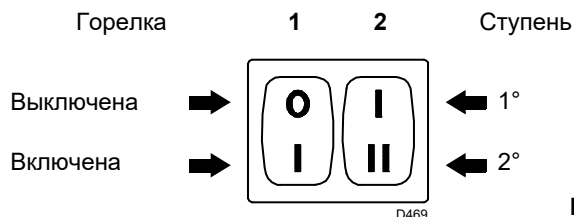
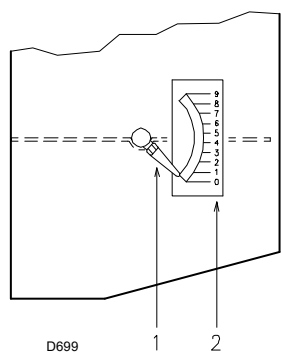
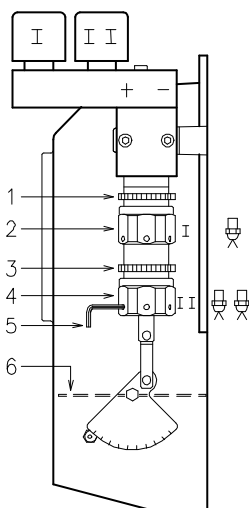

Рис. 19
Рис. 20
Рис. 21
- Запустите горелку, замыкая дистанционные регуляторы и выставляя переключатель 1) (Рис. 19стр. 20) в положение
- Когда дизельное топливо начнет выходить из винта 3), заливка насоса выполнена. Остановите немедленно горелку, устанавливая переключатель 1) (Рис. 19 стр. 20) в положении SPENTO (ВЫКЛ) и затягивая винт 3).
Установите переключатель 1) (Рис. 19) в положение ACCESSO (ВКЛ).
Удерживайте горелку в работе на 1-й ступени, повернув переключатель 2) (Рис. 19) в положение 1-й ступени. Открытие заслонки 6) (Рис. 21) должно быть пропорционально выбранной форсунке: указатель 1) (Рис. 20) должен соответствовать метке 2) (Рис. 20), указанной в таблице (Табл. D). Регулировка осуществляется поворотом шестигранника 2) (Рис. 21):
Пример: RL 70 - Форсунка 1-й ступени 6,0 GPH: метка 2,3 (Рис. 20) на указателе 1).
По завершении регулировки закрепите шестигранник 2) (Рис. 21) накидной гайкой 1).
N° = Метка 2) (Рис. 20)
Установите переключатель 2) (Рис. 19 стр. 20) в положение 2-й ступени и отрегулируйте заслонку 6) (Рис. 21) шестигранником 4) (Рис. 21) после ослабления накидной гайки 3) (Рис. 21).
для облегчения регулировки шестигранников 2) и 4)(Рис. 21) используйте шестигранный ключ размером 3 мм 5)(Рис. 21).